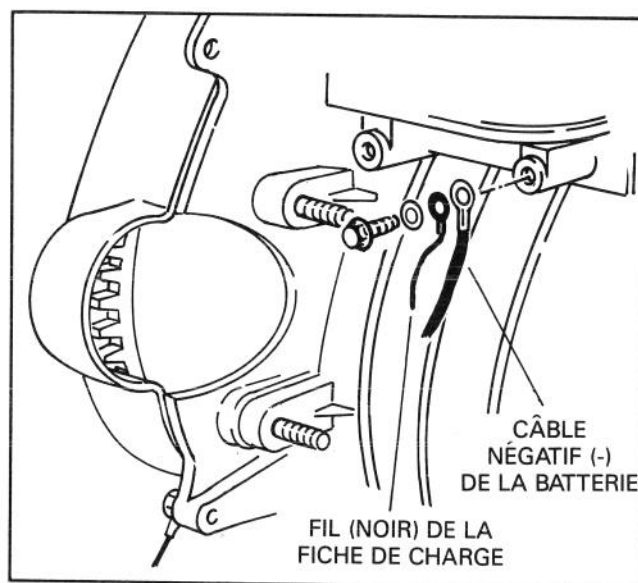

Figure 7
8. Reliez au moteur le fil noir de la fiche de charge et le câble négatif (-) (noir) de la batterie à l'aide d'un boulon à tête M8 x 12 mm et d'une rondelle d'arrêt à ressort (fig. 7).